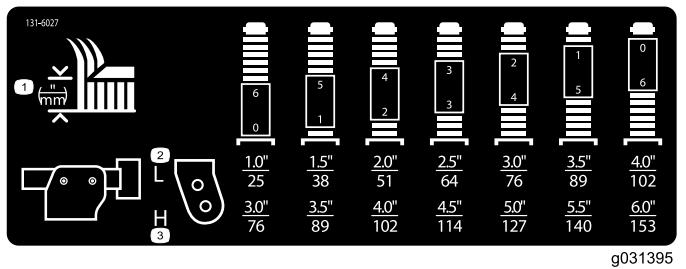

Figure 22
3. Placez les essieux des roues pivotantes dans les mêmes trous sur toutes les fourches; voir le tableau pour déterminer les trous corrects pour la hauteur de coupe choisie (Figure 22).